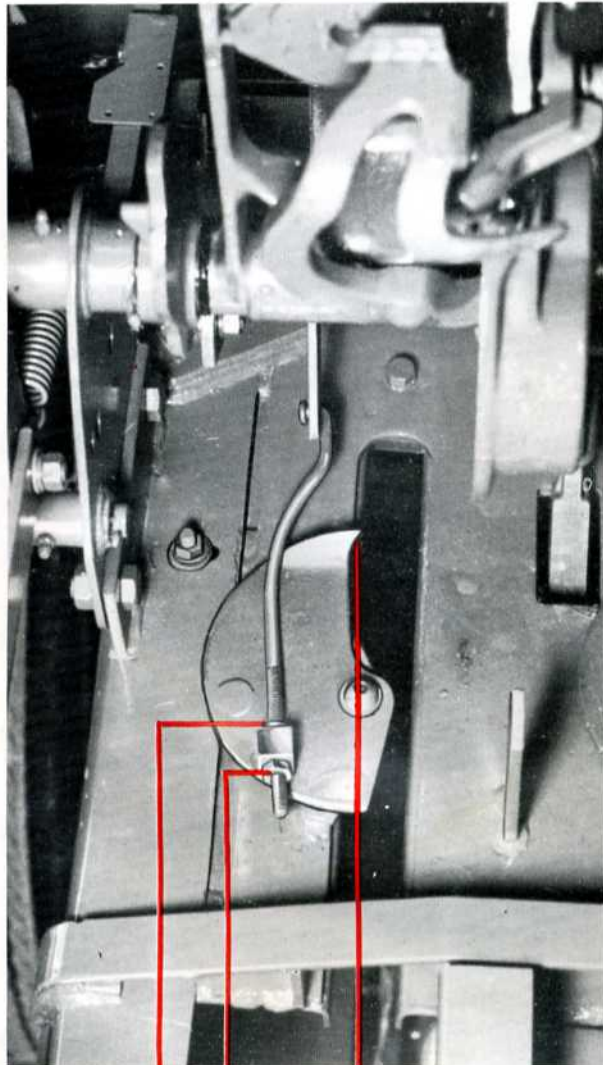

FIG. 37
- 2 - Faites tourner les noueurs jusqu'à ce qu'ils reprennent leur position de départ. Réglez les écrous A et B (Fig. 37) de façon que l'extrémité du doigt à ficelle (Point C) soit en alignement avec le bord de la mortaise de l'aiguille, en haut de la chambre à balles.